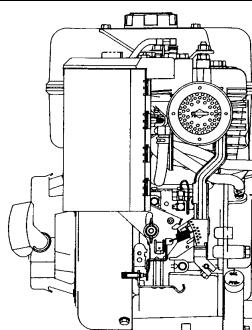

Fig. 2
-) Fissare il corpo macchina sulla flangia con le apposite viti M8 applicando una coppia di serraggio pari a $17\pm7\%$ Nm (fig. 2).
-) Secure the alternator to the flange with proper M8 screws applying a tightening torque of $17\pm7\%$ Nm (fig. 2).
-) Fixer le corps de la machine au flasque avec les vis M8 en appliquant un couple de serrage de $17\pm7\%$ Nm (fig. 2).
-) Den Generator auf den Flansch mit den passenden Muttern und Schrauben M8 befestigen und mit einem Drehmoment von $17\pm7\%$ Nm festziehen (abb. 2).
-)Fijar el cuerpo de la máquina a la brida con los tornillos M8 y aplicando un par de torque de $17\pm7\%$ Nm (fig. 2).